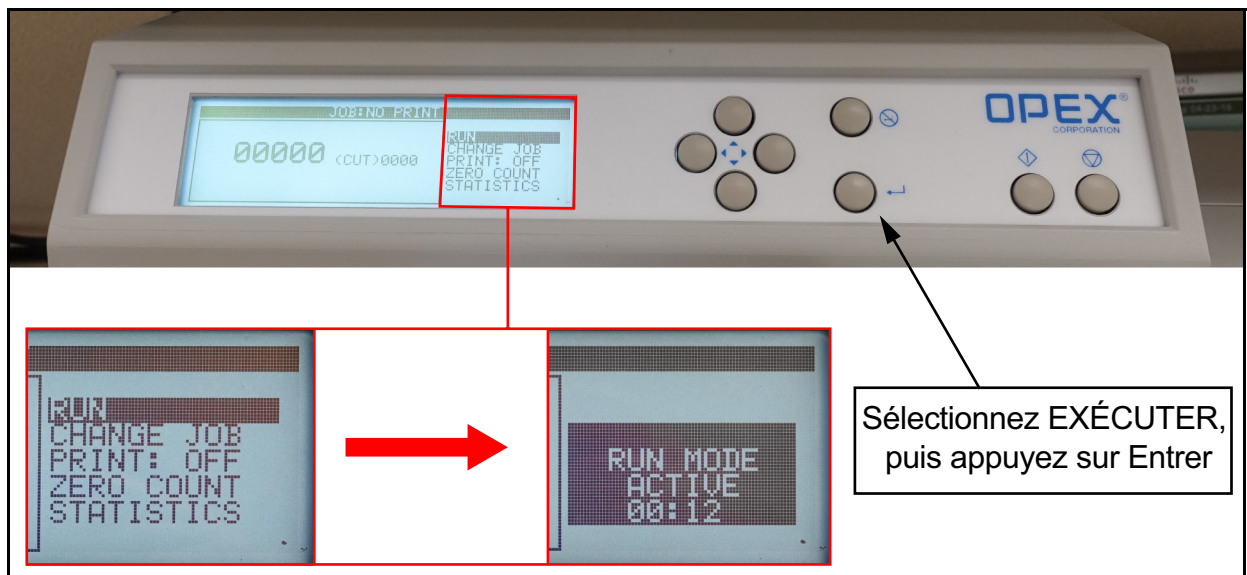

Figure 4-11 : Démarrage de la machine
9. Lorsque vous êtes prêt à commencer, utilisez les boutons fléchés pour mettre en surbrillance **Exécuter**, puis appuyez sur Entrer pour démarrer la machine (Figure 4-11). L'écran affiche « MODE D'EXÉCUTION ACTIF » et la durée d'exécution écoulée.